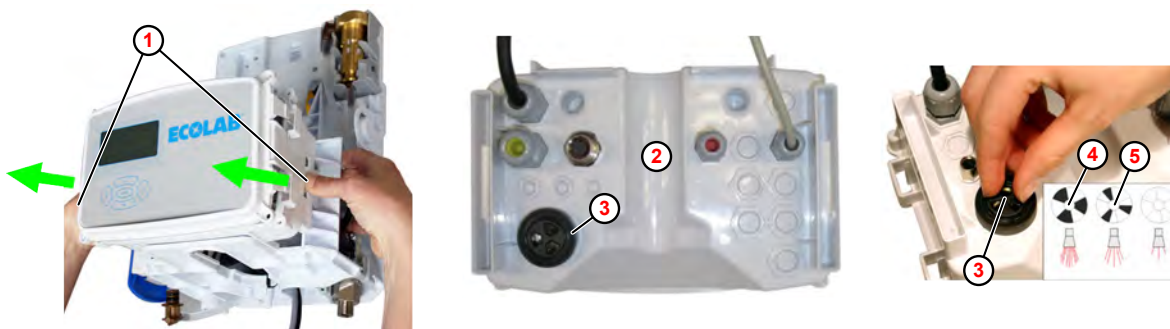

Fig. 7: Regolare il volume dell'allarme
1. ➤ Premere entrambe le linguette (Fig. 7 , ①) dell'alloggiamento dell'elettronica ② .